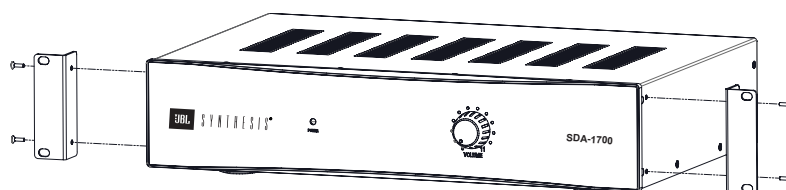

Figure 4
- Le cas échéant et/ou si cela est requis par l'installation, attachez les supports de montage en rack de chaque côté de la façade de l'amplificateur avec les vis fournies. Reportez-vous à la figure 4.